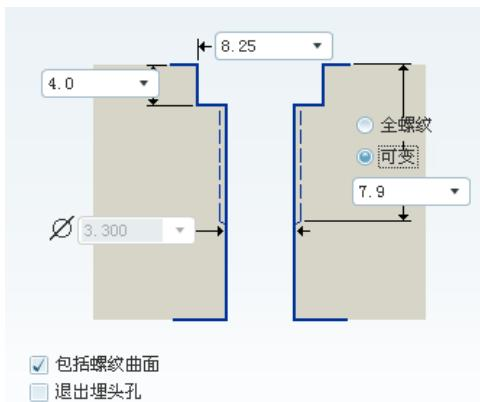
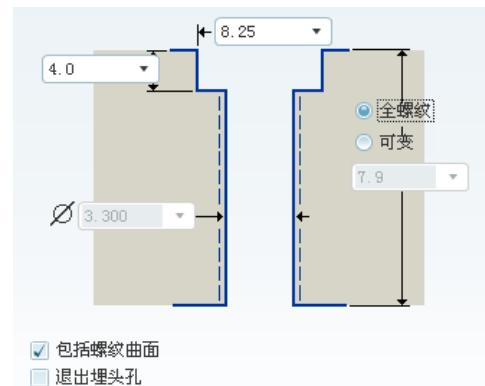

图 5.14.16 沉头螺钉螺孔 (可变)
图 5.14.17 沉头螺钉螺孔 (全螺纹)
(3) 沉头螺钉螺孔形式。在操控板中单击 螺钉 和 H , 再单击 形状 , 系统弹出图 5.14.16 所示的界面, 如果选中 全螺纹 单选项, 则螺孔形式如图 5.14.17 所示。